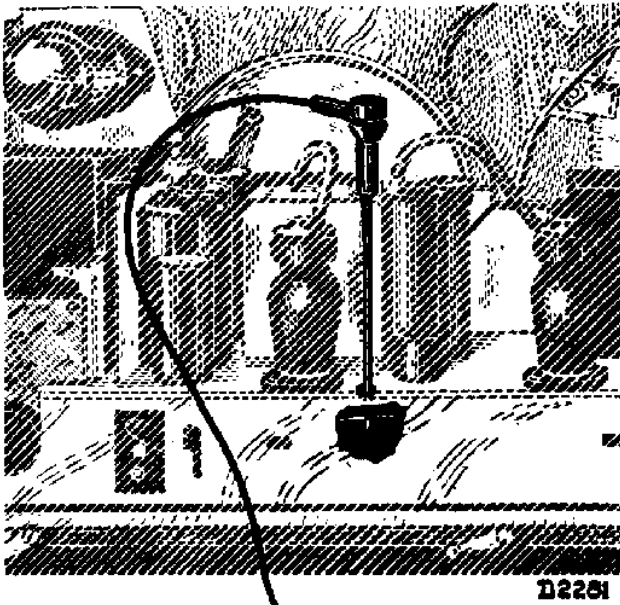

Abb. 6
10. Hilfsempfänger anschliessen mittels eines Kondensators von 25 $\mu\mu\text{F}$ (siehe Abb. 6) und auf 546 kHz einstellen und Ausgangsleistungsanzeiger anschliessen an Hilfsgerät.
6. Hilfsempfänger anschliessen mittels eines Kondensators von 25 μ F (siehe Abb. 6) und auf 395 kHz einstellen und Aus-